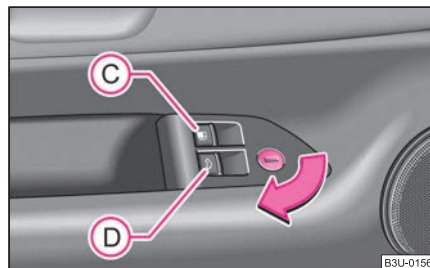

Fig. 24 Parte interna della porta lato guida: interruttori di apertura dello sportello serbatoio e del portellone bagagliaio
- Tirare l'interruttore **(C)** ⇒ pag. 36, fig. 24.
- Tirare l'interruttore **(D)** ⇒ pag. 36, fig. 24.
- Ruotare la chiave principale nel senso indicato dalla freccia ⇒ pag. 36, fig. 24.